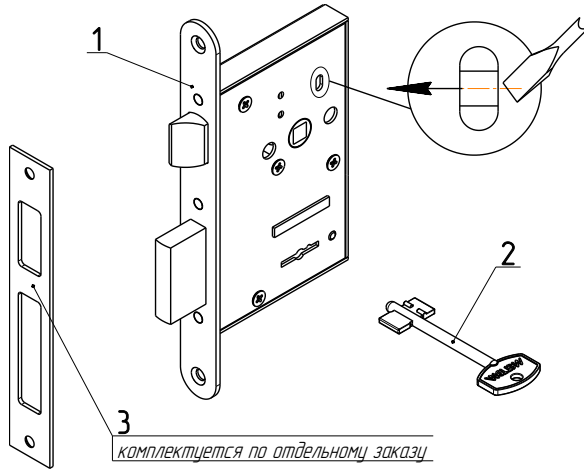

Рис.1
Комплектность замка приведена в таблице и показана на рис. 1.
- 4.1. Внешний вид и установочные размеры замка показаны на рис.1,2.
5.2. Установить при необходимости защелку в соответствующее положение для правой или левой двери путем ее выдвигания из корпуса отверткой через отверстие в крышке замка и разворота на 180° вокруг своей оси (см. рис.1).